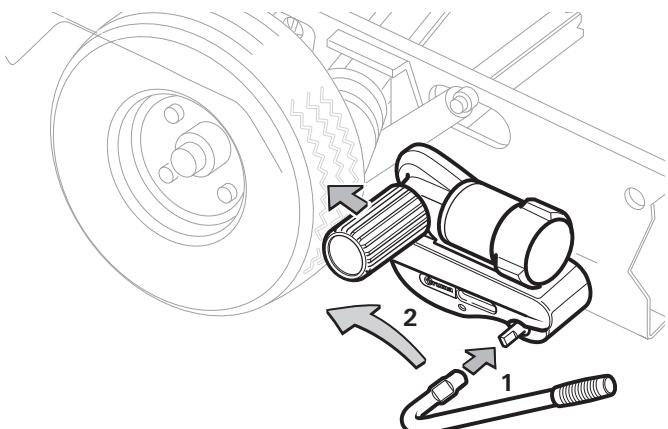
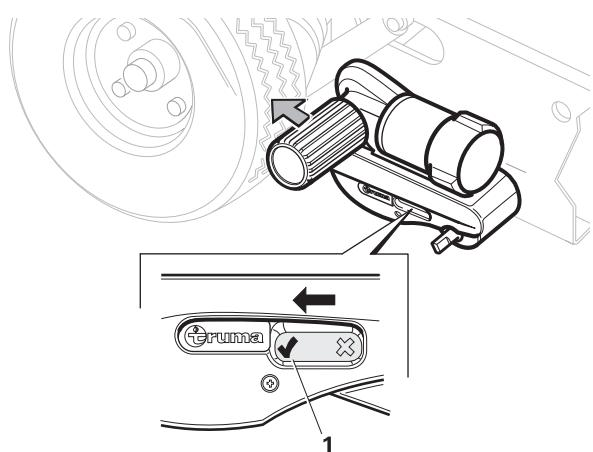

Figure 4
Figure 5
- Engager le levier de plaqueage sur l'arbre de rabattement (Fig. 4 - 1).
- Tourner le levier de plaqueage dans le sens de la flèche (vers la roue du véhicule) (figure 4 - 2) jusqu'à ce que l'indicateur de position dans le boîtier se trouve sur « / » (figure 5 - 1). L'unité d'entraînement s'enclenche en position finale et le rouleau d'entraînement se presse d'environ 20 mm contre le pneu. Cela doit être vérifié sur les deux côtés avant la manœuvre.